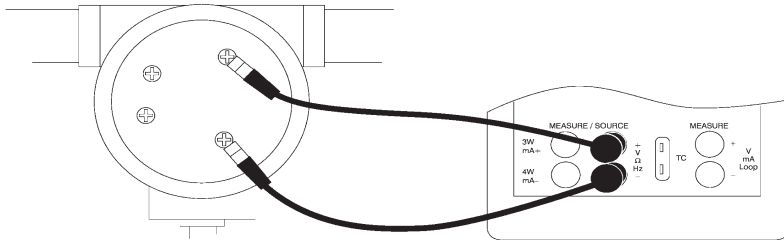

Figure 14. Connexions pour générer des RTD
3. Connecter le calibrateur à l'instrument soumis au test, comme montré sur la figure 14.